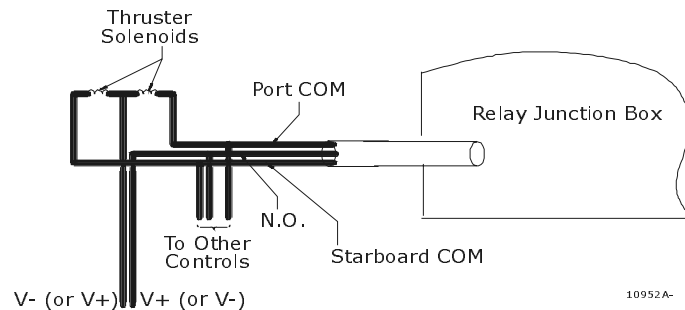

Abbildung 26: Typische Anschlüsse am Strahlruder
A) Nehmen Sie die Anschlüsse am Strahlruder vor. Siehe Informationen, die mit dem Strahlruder geliefert wurden, sowie Abbildung 26: auf Seite 24.